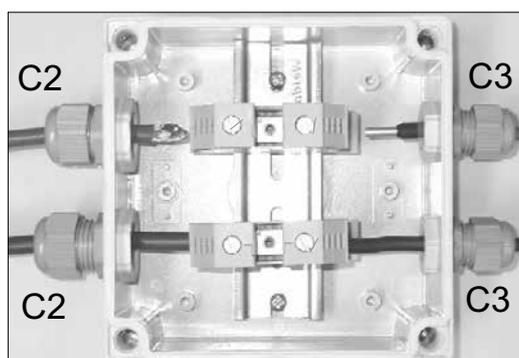

Fig. 4.6.b
La caja de conexiones ① es desde donde se debe separar la unidad motora del Furlex Eléctrico de la embarcación si está debe ser desinstalada de la embarcación. Ver fig. 4.6.a.